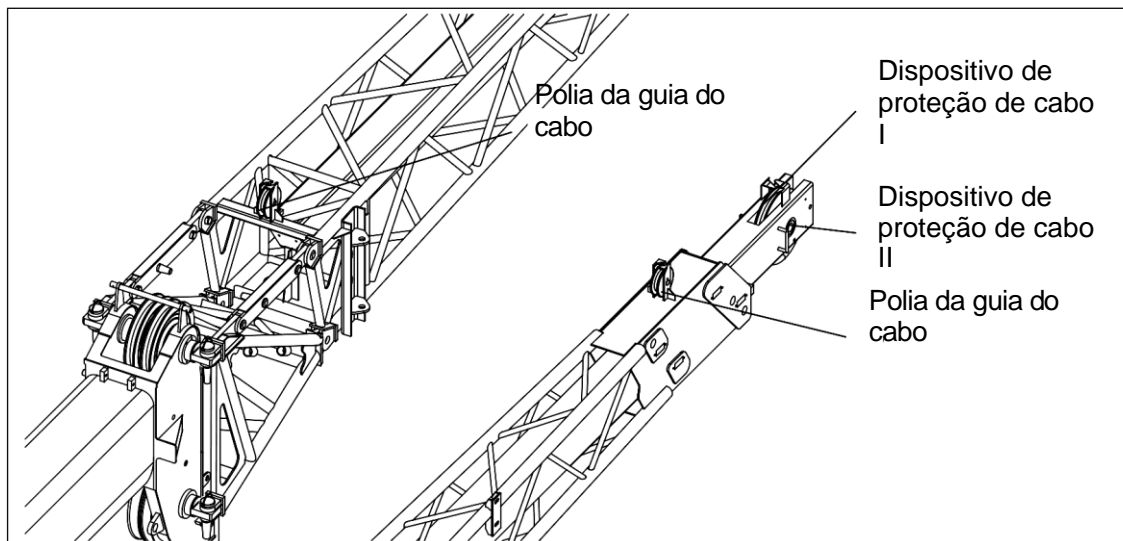

Fig. 07-10
- Para detalhes, consulte a Fig. 07-10.